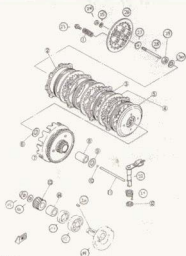

Bild 132
Die Kupplung der YAMAHA DT 80-Motoren ist eine im Ölbad laufende Lamellenkupplung. Wer die Teile der Kupplung auf ihre Wellenverwendbarkeit überprüfen will, muss die Funktion jedes einzelnen Teils kennen. Bild 132 zeigt die an Frage kommenden Teile.
- Die Kupplungsdruckstange, bestehend aus den Bauteilen 11 und 28 in Bild 132, darf nicht verbogen sein. Zum Test über eine Spiegelscheibe rollen lassen. Toleriert wird eine Durchbiegung bis zu 0,15 mm.
- Darauf achten, dass die Dämpfungsringe (3 in Bild 132) richtig positioniert und nicht verdreht sind.
- Kupplungsdruckstange mit Hilfe des Schraubgewindes an den Bauteilen 27 und 28 so einstellen, dass die Kante des Betätigungshebels (Teil 22) bei spielfreier Stellung an der Gehäusemarkierung anliegt (siehe hierzu Bild 136). Ist diese Einstellung erreicht, wird die Gegenmutter (Teil 24 in Bild 132) mit 8 Nm Anzugsdrehmoment angezogen.